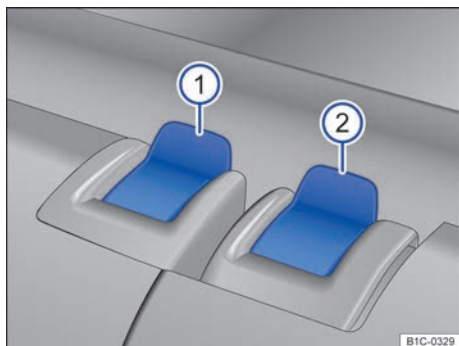

Fig. 70 En el respaldo del asiento trasero: palancas para desbloquear las partes derecha e izquierda del respaldo trasero.
- Tire de la palanca de desbloqueo → fig. 70 ① o ② hacia delante y, al mismo tiempo, abata el respaldo hacia delante.